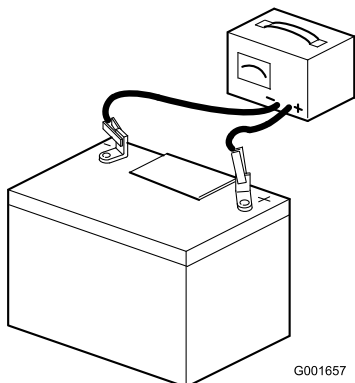

図 6
7. 充電器に接続し、充電電流を 3～4 A にセットする（図 6）。3～4 A で 4～8 時間充電する。